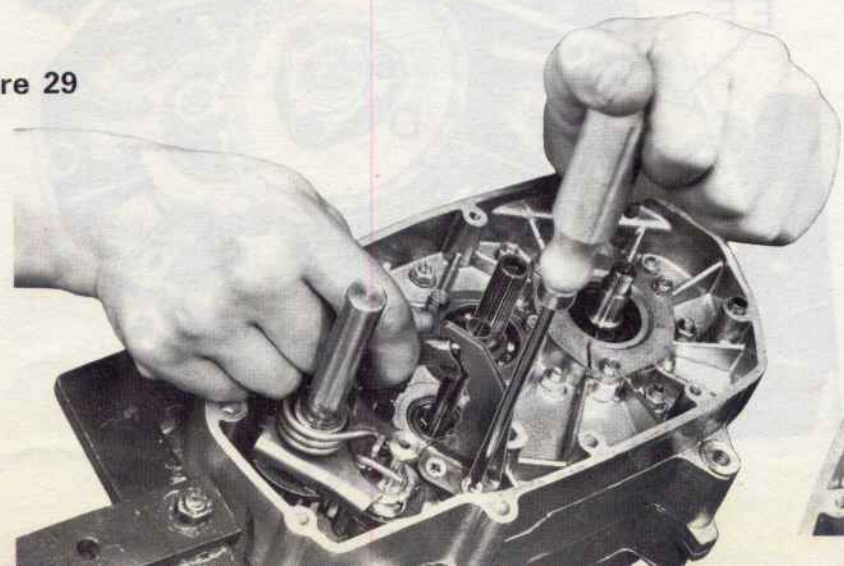

Figure 29
- Engager le ressort dans le canon du rochet, placer la bille  $\varnothing 8$  mm., la maintenir avec les doigts et bloquer les deux vis de fixation de la rampe. Centrer correctement la bille sur la rampe. Au besoin, desserrer les deux vis de fixation du rochet de commande pour en modifier la position (figure 29).